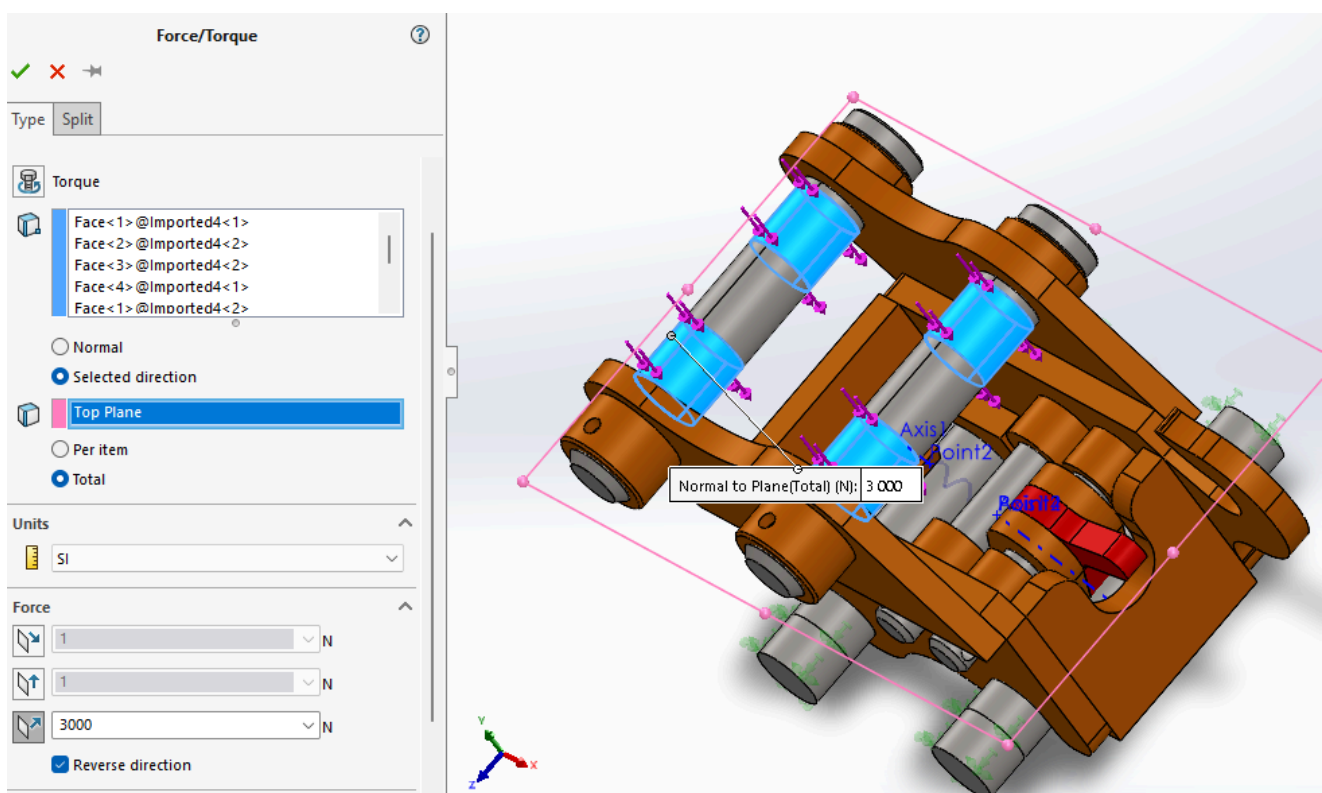

Рис.26. Визначення силових граничних умов
- у полі **Faces, Edges, Vertices** послідовно клікнути на циліндричні поверхні пальців, що відділені лінією роз'єму, як це показано на рис. 26